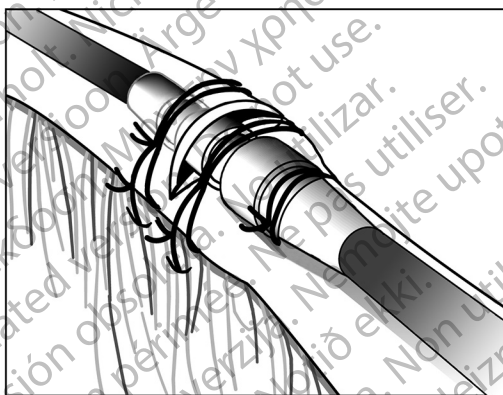

Figure 11. Exemple de manchon de suture, technique d'incision veineuse
3. En utilisant le même sillon, fixer la sonde et la veine sur le fascia adjacent (Figure 11 Exemple de manchon de suture, technique d'incision veineuse en page 30).